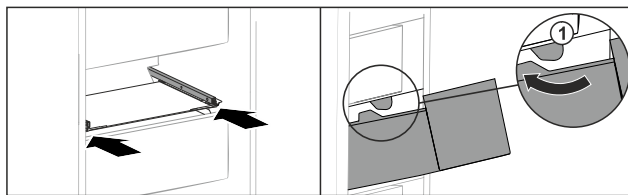

Fig. 221
- ▶ Обвести висувний ящик навколо стопора Fig. 221 (1).